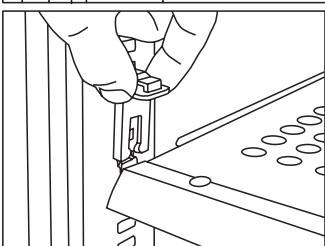

fig. 9D
5. Hyldesikringerne monteres (fig. 9D).